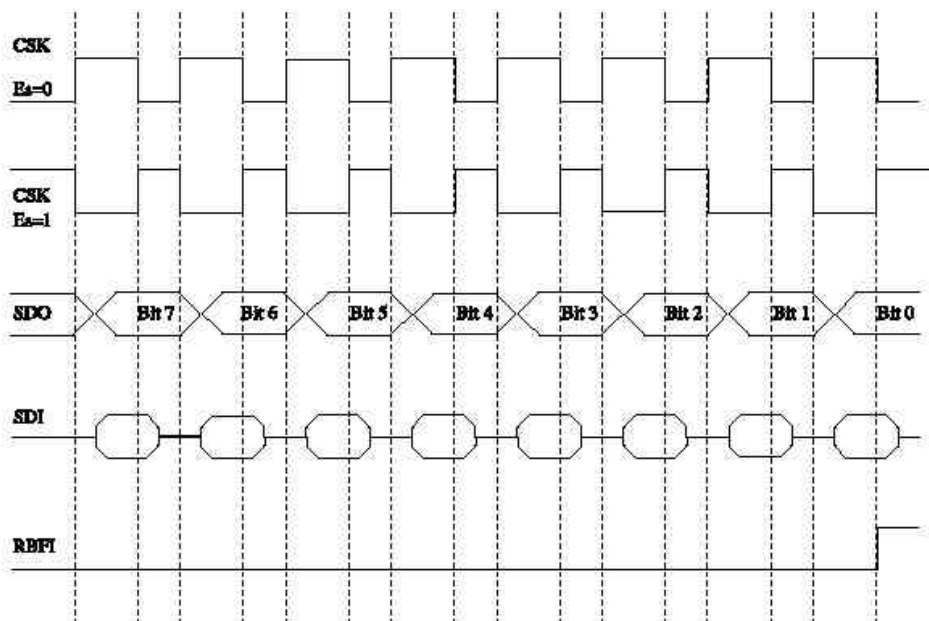
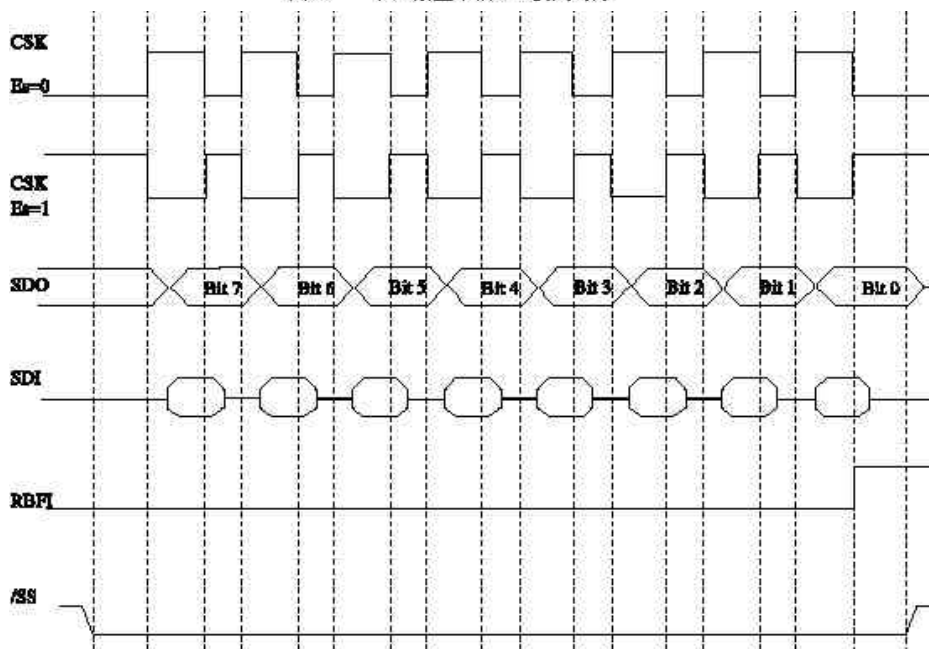

图12 /SS禁止下的SPI模式时序
图13 /SS使能的SPI模式时序
如图 12 所示的 4 个引脚 SDI、SDO、SCK、/SS 将在此详细描述。
- 时序如图 12、13 所示。
SCK 边沿由 CES 选择。对于主模式和 /SS 禁止的从模式，图 12 所示波形均适用。图 13 波形仅适用于 /SS 使能的从模式。